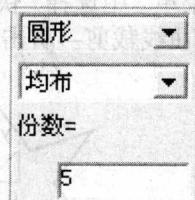
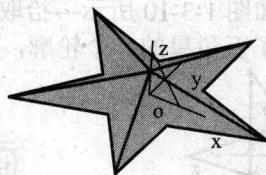

图 1-3-16 “圆形阵列”立即菜单
图 1-3-17 五角星曲面
(2) 生成其他各个角的曲面：在生成其他曲面时，可以利用直纹面逐个生成曲面，也可以使用阵列功能对已有一个角的曲面进行圆形阵列来实现五角星的曲面构成。单击“几何变换栏”中的“阵列”图标→在“立即菜单”中选择“圆形”—“均布”—“5”，如图 1-3-16 所示→拾取一个角上的两个曲面→右击→根据提示输入中心点坐标(0, 0, 0)，也可以直接拾取坐标原点，系统会自动生成各角的曲面，如图 1-3-17 所示。